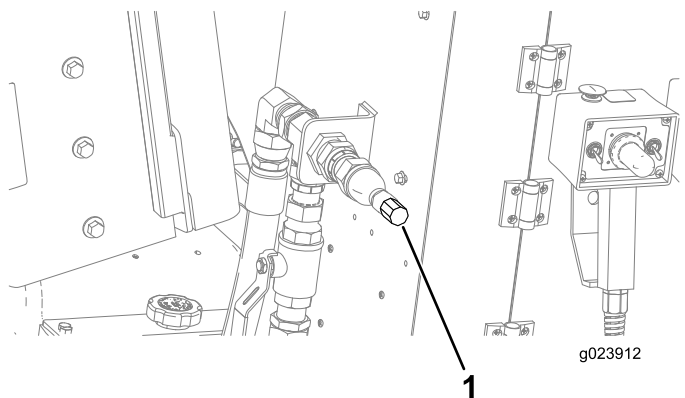

Figura 136
5. Conecte la manguera de pulverización al acoplamiento (Figura 136).